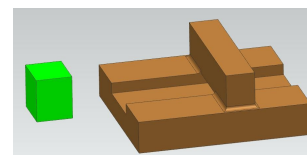
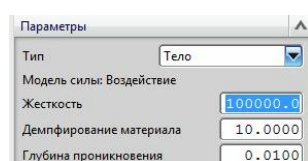
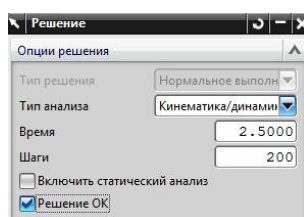

рис.29
Рис.30
рис.32
- Моделирование непреодолимого препятствия вы можете посмотреть в готовом примере *Prim_Prepytstvie* (рис.29). При этом необходимые параметры упора показаны на рис.30, а рекомендуемые параметры *Решения* – на рис.32.
- В готовом примере рис.29 зеленое тело перемещается под действием *внешней силы*. А точнее - под действием *векторной силы*. Но о внешних силах и моментах речь пойдет в следующем параграфе.